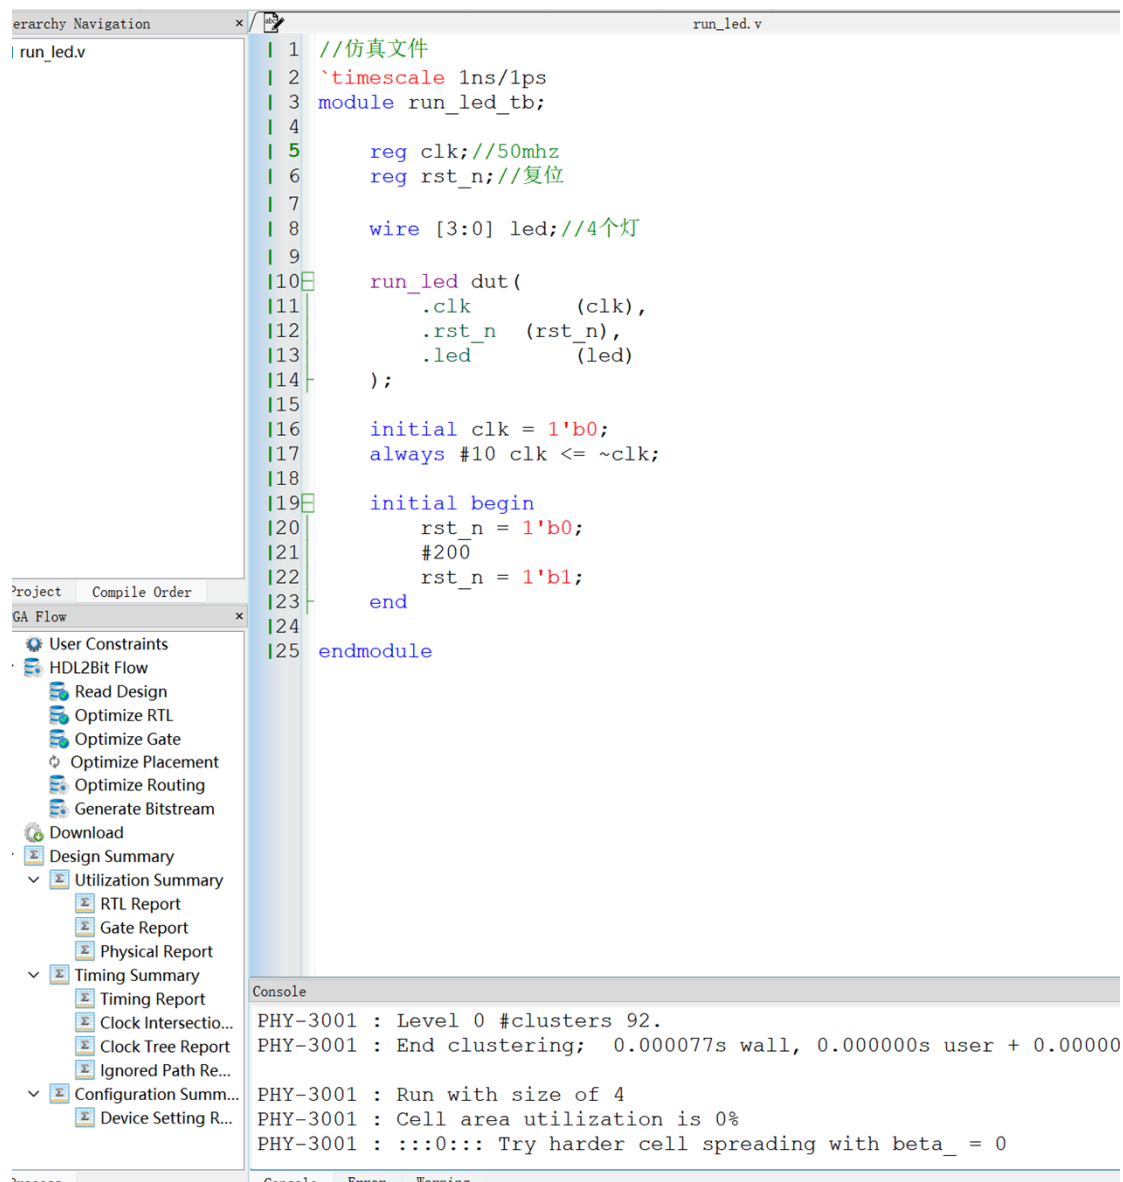

图 15 准备编辑验证代码是否书写符合语法规范
⑬ 编辑时，左侧的 FPGA Flow 栏会显示编辑进程，下方的 Console 会显示编辑情况和报错提示。如图 15 所示。